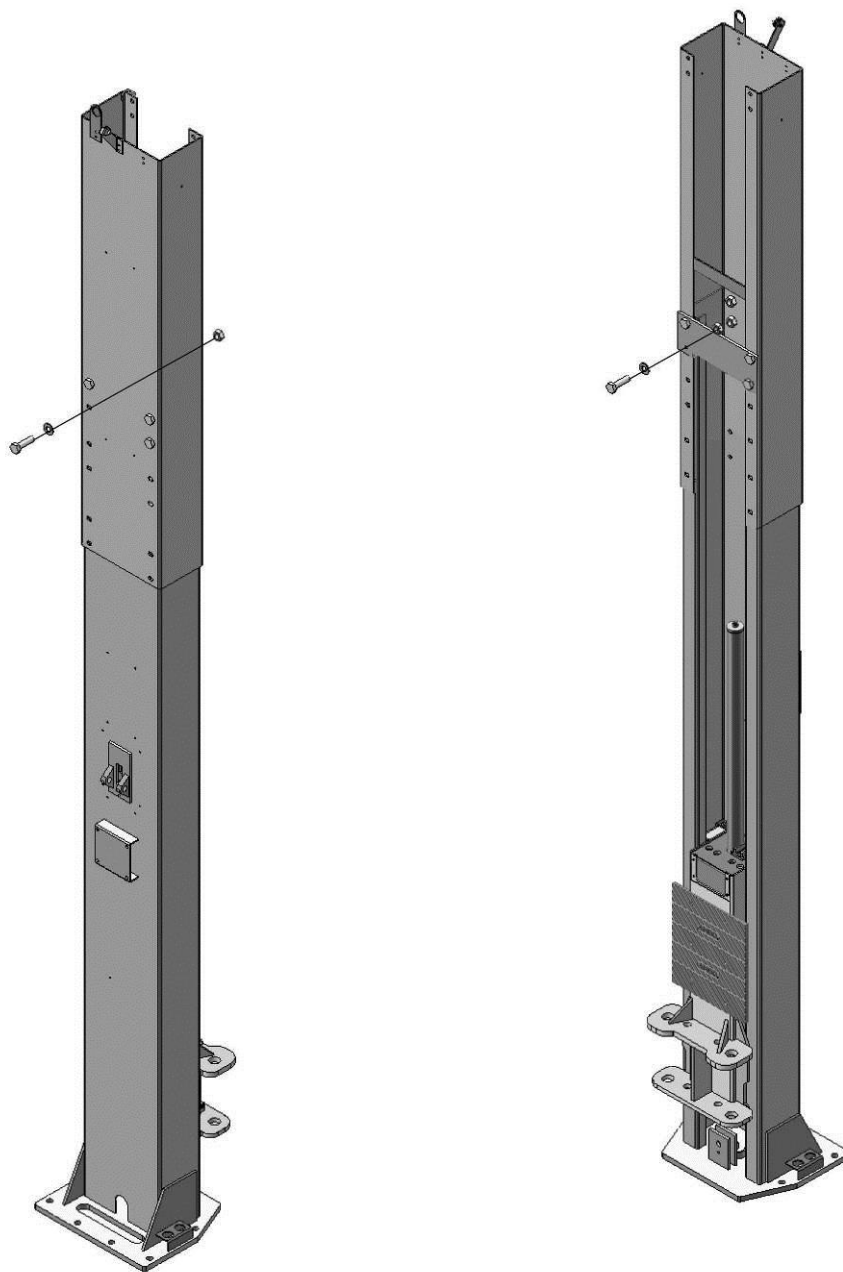

Рис.19
2. При установке крепежа на высоту меньшую 4200мм, закрепите внешнюю колонну на верхние отверстия. Для этого вам потребуется другой трос. (опция) (см. рис. 19)